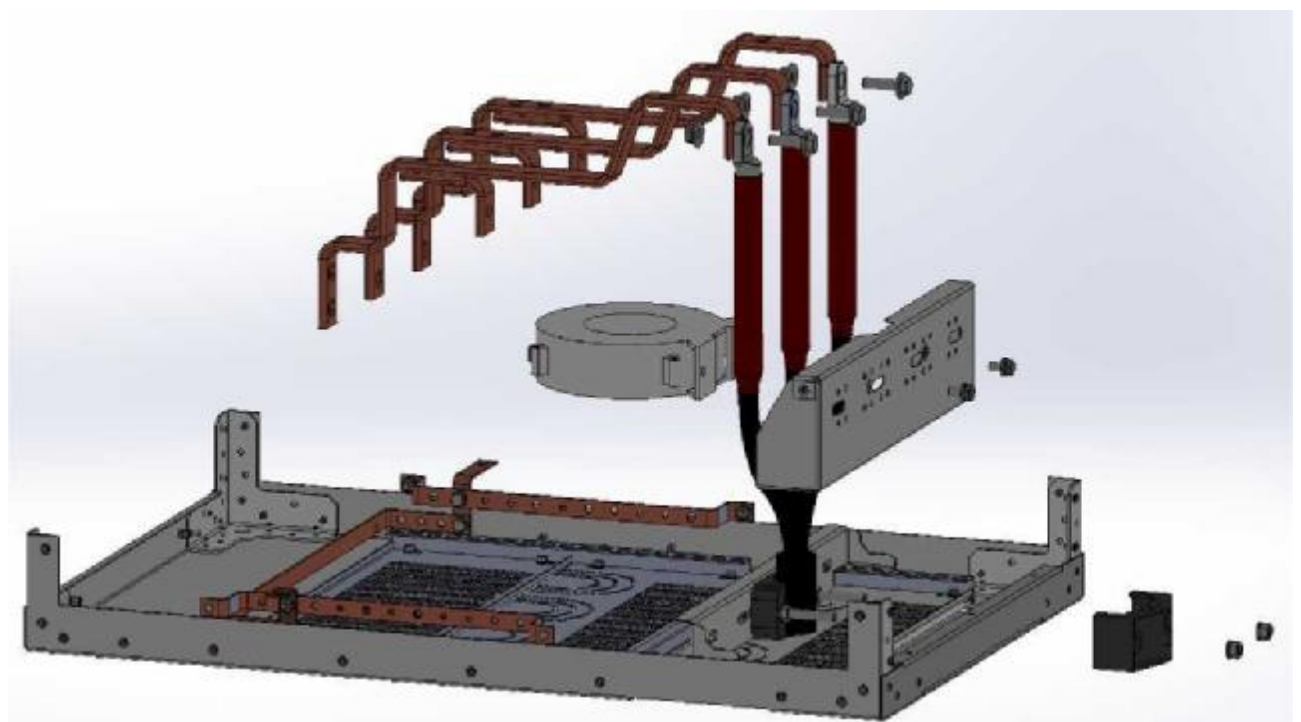

Рис. 28. Способ крепления элементов в отсеке кабельных присоединений
- установить снятые элементы на штатные места согласно рис. 28;
На рис. 28б показан монтаж выкатного элемента с измерительными трансформаторами напряжения без тележки аппаратной, в отсек кабельных присоединений.
Рис. 28а. Выкатной элемент с измерительными трансформаторами напряжения